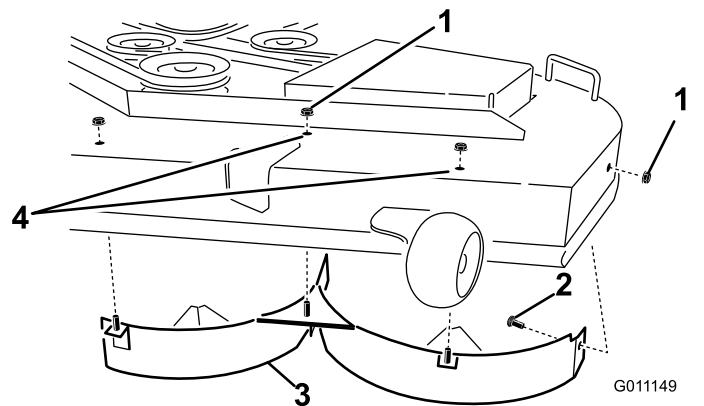

Figure 35
4. Retirez les 3 contre-écrous (5/16") fixés aux montants soudés du déflecteur gauche au sommet du plateau de coupe, au centre, à gauche du centre et à gauche (Figure 35).
5. Sur la paroi latérale du plateau de coupe, retirez le boulon de carrosserie et le contre-écrou qui fixent le déflecteur gauche au plateau (Figure 35).
6. Déposez le déflecteur gauche du plateau de coupe (Figure 35).
7. Localisez les 2 boulons dans les pièces détachées et insérez-les, avec les contre-écrous existants, dans les trous du plateau de coupe (voir Figure 35) pour éviter la projection de débris.